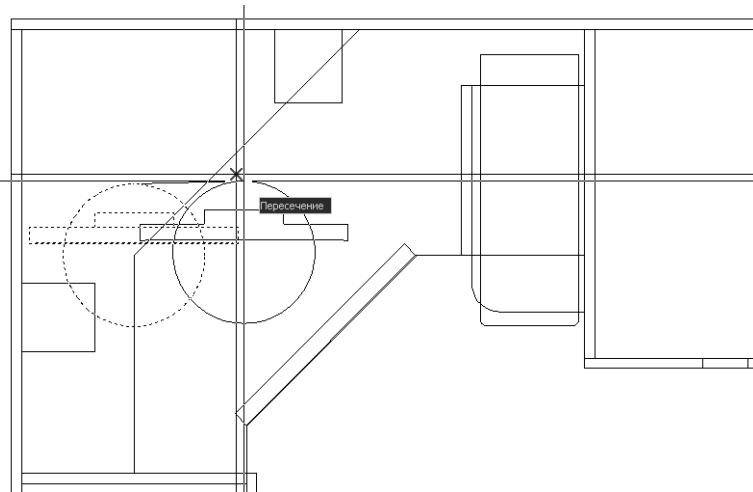

Рис. 5.25 ▼ Выбор точки пересечения с помощью режима привязки **Пересечение** (Intersection)
7. Когда AutoCAD распознает эту точку пересечения (рис. 5.25), щелкните для задания расстояния перемещения. Чертеж дисплея займет свое место, а выполнение команды **Перенести** (Move) автоматически завершится.